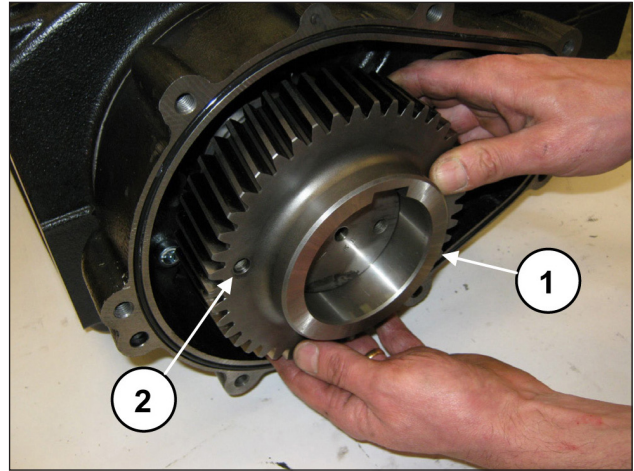

Abb. 14
Entfernen Sie den Zahnkranz (Pos. ①, Abb. 14). Bei Bedarf können Sie einen Abzieher mit Schlagwerk an den 2 Bohrungen M8 ansetzen (Pos. ②, Abb. 14).